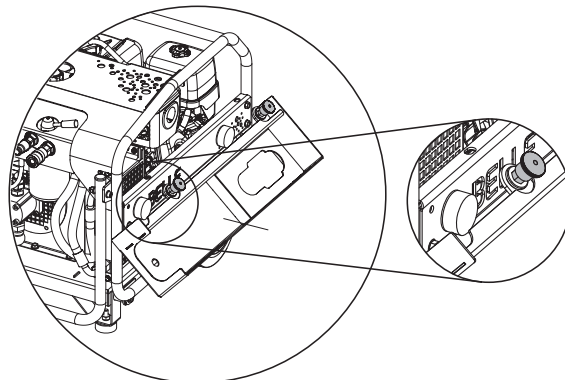

Abb. 3
4. Haken Sie den Werkzeugträgerflansch unter dem installierten Seitenschutz ein und fahren Sie beide Plunger ein (**siehe Abb. 3**).